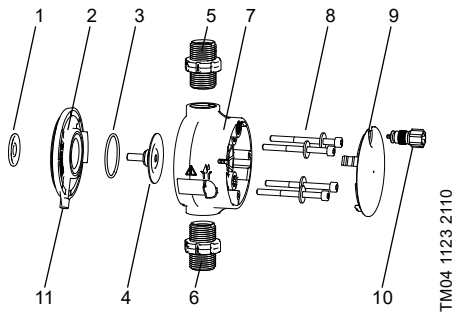

Fig. 10 Cabezal dosificador, despiece
A diario	Compruebe si la abertura de drenaje presenta fugas de líquido (fig. 10, pos. 11) y si está obstruida o sucia. Si es así, siga las instrucciones descritas en la sección 7.4 Rotura de la membrana .
Esta sección hace referencia a la fig. 10.
Si la membrana presenta fugas o se rompe, el líquido dosificado puede escapar a través de la abertura de drenaje (fig. 10, pos. 11), situada en el cabezal dosificador.
En caso de rotura de la membrana, la membrana de seguridad (fig. 10, pos. 1) protegerá la carcasa de la bomba frente a la penetración del líquido dosificado.
La dosificación de líquidos susceptibles de cristalizarse puede dar lugar a la obstrucción de la abertura de drenaje por cristalización. Si la bomba no se detiene inmediatamente, puede acumularse presión entre la membrana (fig. 10, pos. 4) y la membrana de seguridad de la brida (fig. 10, pos. 2). La presión puede empujar el líquido dosificado a través de la membrana de seguridad y hacer que penetre en la carcasa de la bomba.